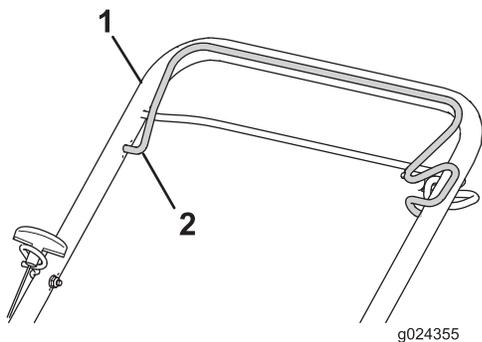

Bild 15
3. Halten Sie den Schaltbügel gegen den oberen Bügel (Bild 15).